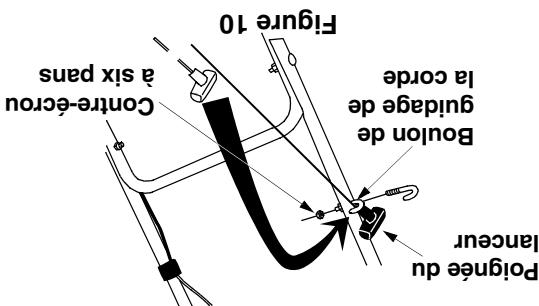

Figure 10
3. Placez le bouillon de guidage sur la poginée du démarreur dans le côté droit du guidon et attachez-le avec un contre-écrou à six pans. Voir la Figure 10.
avec l'ouverture du bouillon vers l'avant de la tondeuse, comme sur l'illustration. Enfonnez le bouillon de guidage dans le côté droit du guidon et attachez-le avec un contre-écrou à six pans. Voir la Figure 10.